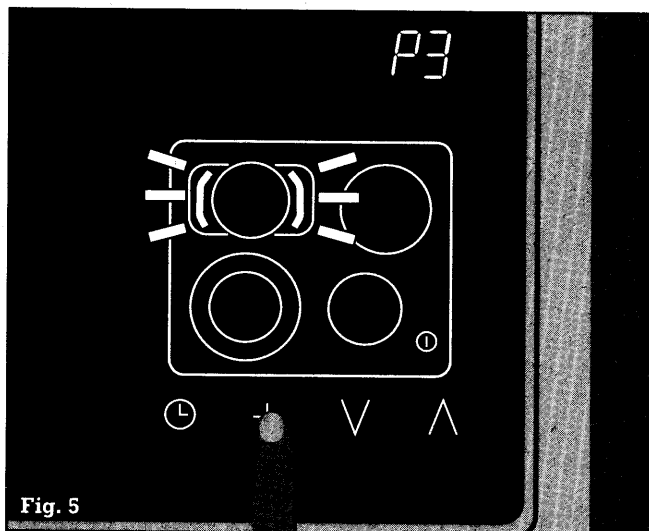

Fig. 5
- ... effleurez le symbole +. **P3** s'allume sur l'afficheur de la minuterie. Le symbole d'extension de zone  clignote sur l'afficheur de la zone de cuisson 2 (arrière gauche) (fig. 5). En effleurant la zone de cuisson sur l'afficheur, vous pouvez maintenant, comme pour la zone de cuisson 1, choisir les réglages pour l'extension. Enregistrez les valeurs conformément à la description ci-dessus.